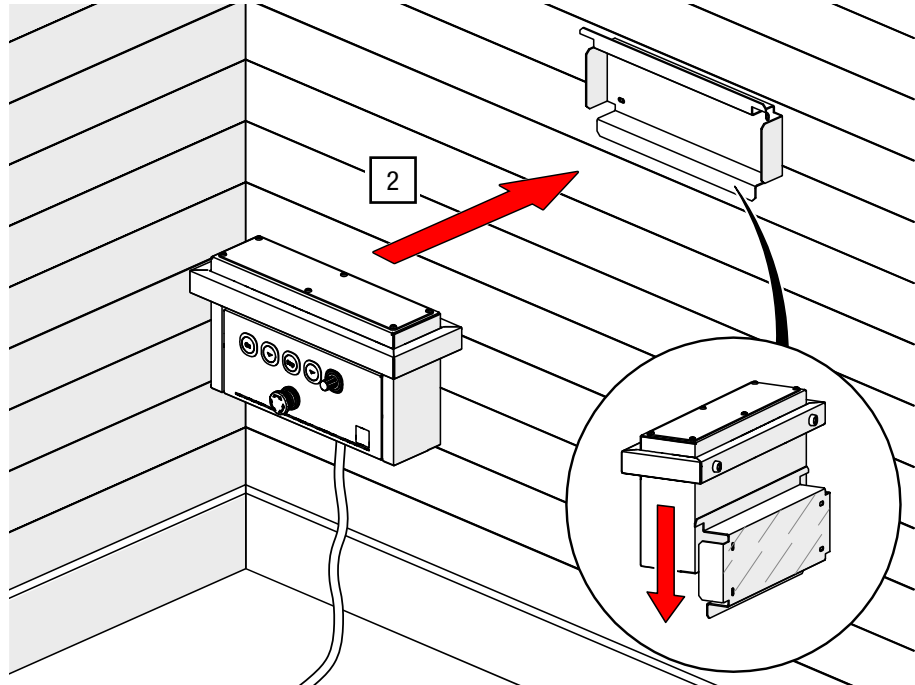

Abb. 27: 2. Bedienstelle aufhängen.
2. Hängen Sie die 2. Bedienstelle von oben auf das Montageblech. Achten Sie auf einen festen Sitz (siehe Abb. 27).